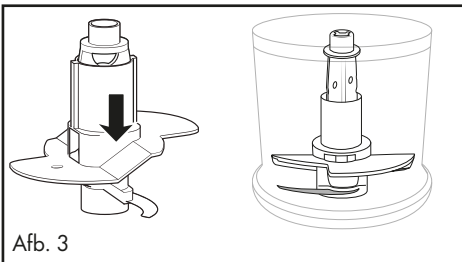

Afb. 1
- Voor 100 ml slagroom steekt u deze zodanig op de meshouder 6, dat het garde-opzetstuk 11 op beide messen 8 rust en vastklikt (afb. 1):